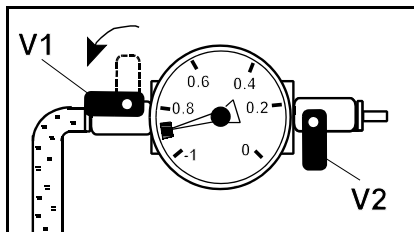

Abb. 10
- Absperrhahn **V1** öffnen, Kühlmittel strömt in den Kühlkreislauf. (Abb. 10 + 11)